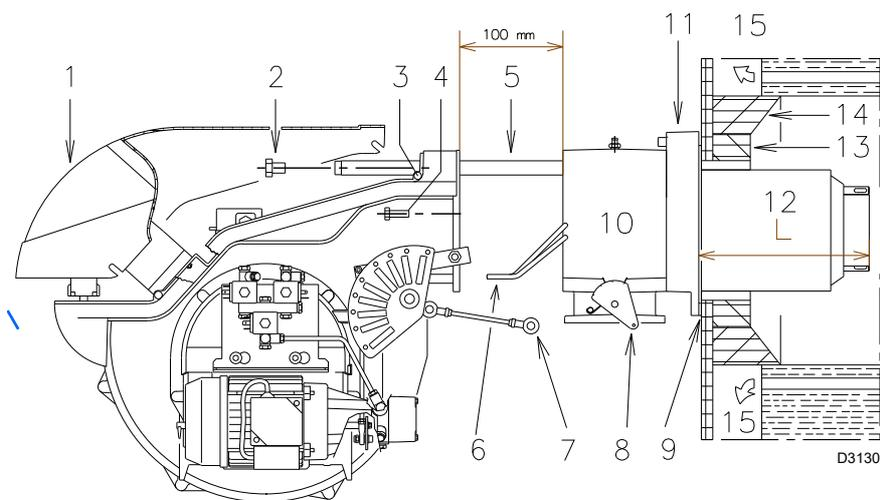
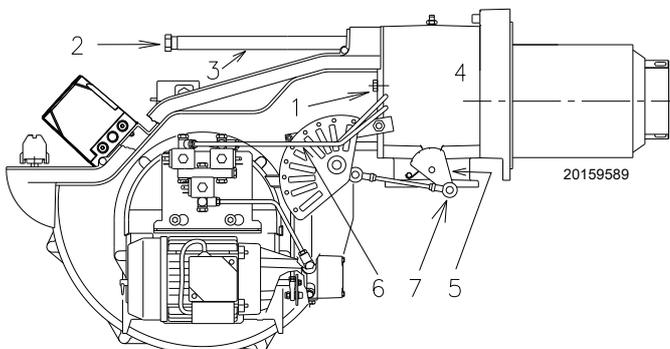

Fig. 15
Fig. 20
Pour les chaudières avec circulation des fumées sur l'avant 15)(Fig. 15), ou avec chambre à inversion de flamme, réaliser une protection en matériau réfractaire 13), entre le réfractaire de la chaudière 14) et l'embout 12).
Pour les chaudières avec la façade refroidie à l'eau, le revêtement réfractaire n'est pas nécessaire 13)-14)(Fig. 15) s'il n'y a pas de demande expresse du constructeur de la chaudière.
Séparer la tête de combustion du reste du brûleur, (Fig. 15) :
- Débrancher les câbles des électrodes et donc désolidariser totalement le brûleur des glissières. Fixer le manchon avec la bride 11)(Fig. 15) à la plaque de la chaudière en intercalant le joint isolant 9)(Fig. 15) fourni.
Remonter le brûleur sur les glissières 3)(Fig. 20) à 100 mm environ du manchon 4)(Fig. 20) ; voir le brûleur dans la position illustrée dans la Fig. 15.
Insérer les câbles des électrodes et faire donc coulisser le brûleur jusqu'au manchon, brûleur dans la position illustrée sur la Fig. 20.
Replacer les vis 2) sur les glissières 3)(Fig. 20).
Fixer le brûleur au manchon avec les vis 1)(Fig. 20).
Rebrancher les tubes de fioul en vissant les deux raccords 6)(Fig. 15).
Raccrocher la rotule 7) au secteur gradué 5)(Fig. 20).